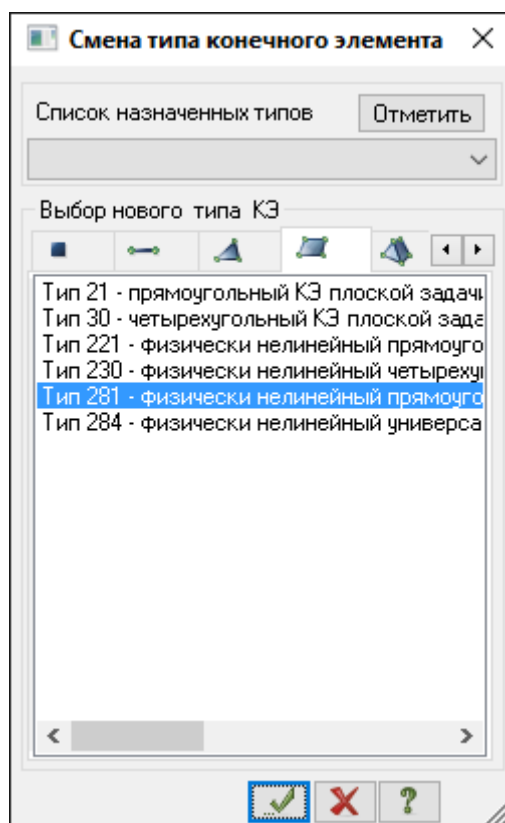

Рис.10.4. Диалоговое окно **Смена типа конечного элемента**
- Щелчком по кнопке  – **Смена типа КЭ** (панель **Схема** на вкладке **Расширенное редактирование**) вызовите диалоговое окно **Смена типа конечного элемента** (рис.10.4).